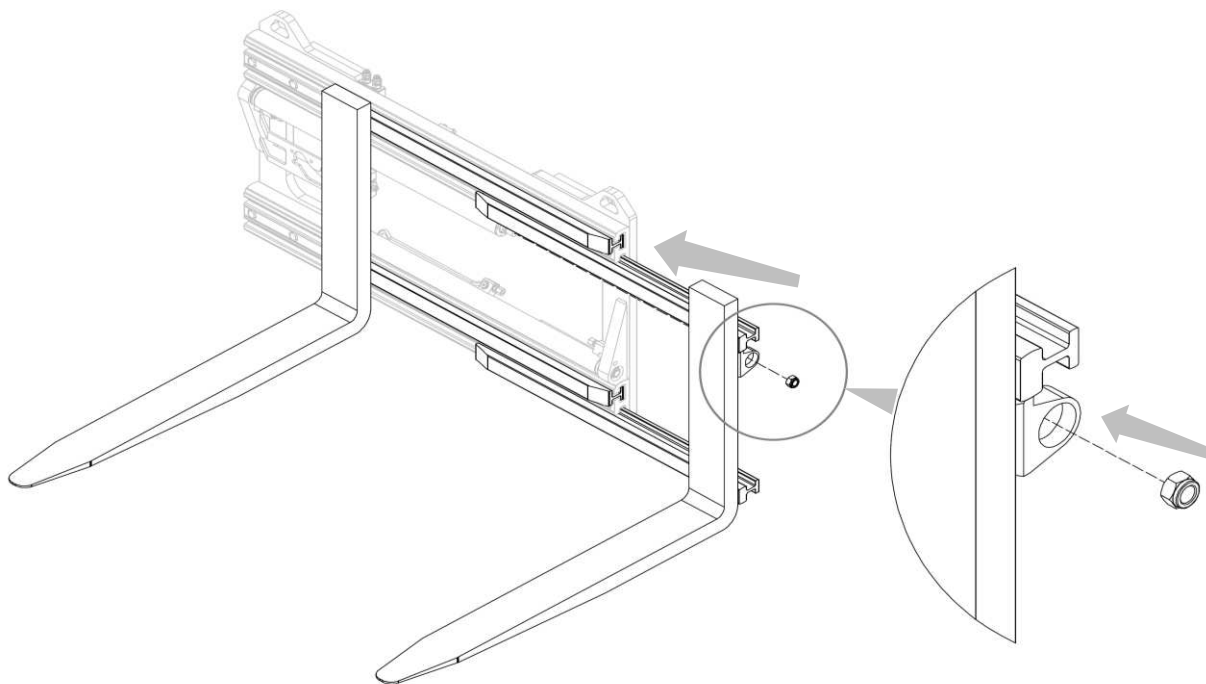

Figura 13
2. Inserire le forcelle, con le relative forche saldate sulle stesse, e attraverso l'apposito dado, vincolarle ai cilindri (vedi *Figura 13*).